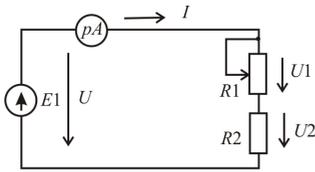

Рис. 2.1.
В последовательной цепи, приведённой на рис. 2.1, через все элементы протекает один и тот же ток. Напряжение источника равно арифметической сумме напряжений на всех резистивных участках цепи:
1. Для схемы на рис. 2.1 запишите формулы зависимостей $I = f(R_1)$, $P_1 = f(R_1)$, по полученным формулам постройте графики.
1. Соберите электрическую цепь по схеме на рис. 2.1. При неизменном напряжении источника исследуйте влияние на изменение тока и напряжений на элементах цепи величины сопротивления R_1 . Результаты измерений занесите в табл. 2.1.